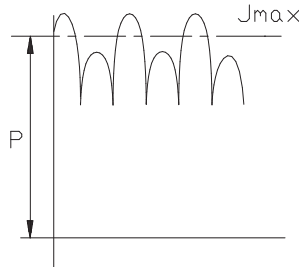

Bild2
- unzulässige Einstellung Bild 2